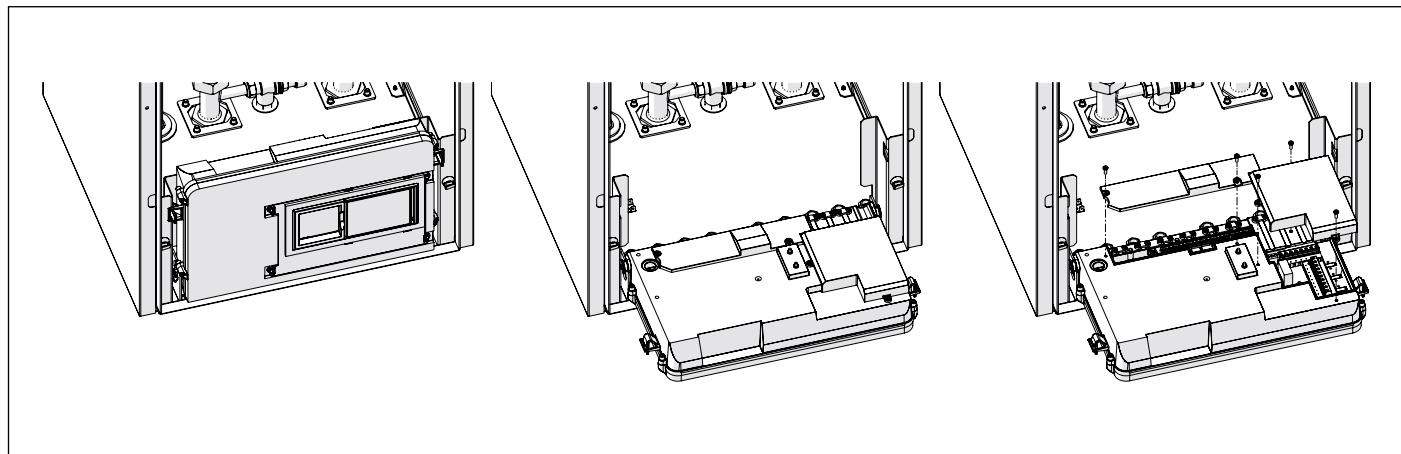

Рис. 29 Блок електрики
- Поверніть блок електрики вперед на 90° (див. Рис. 29 Блок електрики).
- Зніміть дві кришки з зовнішніх електрических з'єднань (A і B), послабивши гвинти, що кріплять їх до блоку електрики (див. Рис. 29 Блок електрики).